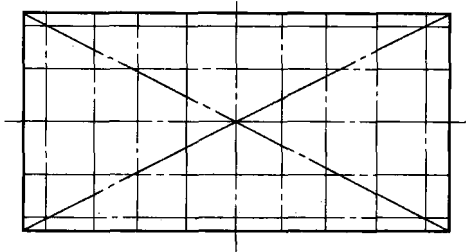

图 1-10 平板的精度测量用点画线
(1) 透光法 这种方法比较简单，就是用一根标准平尺，按图 1-10 的点画线的位置安放，用灯照射，观察平板与平尺接触面透光情况。